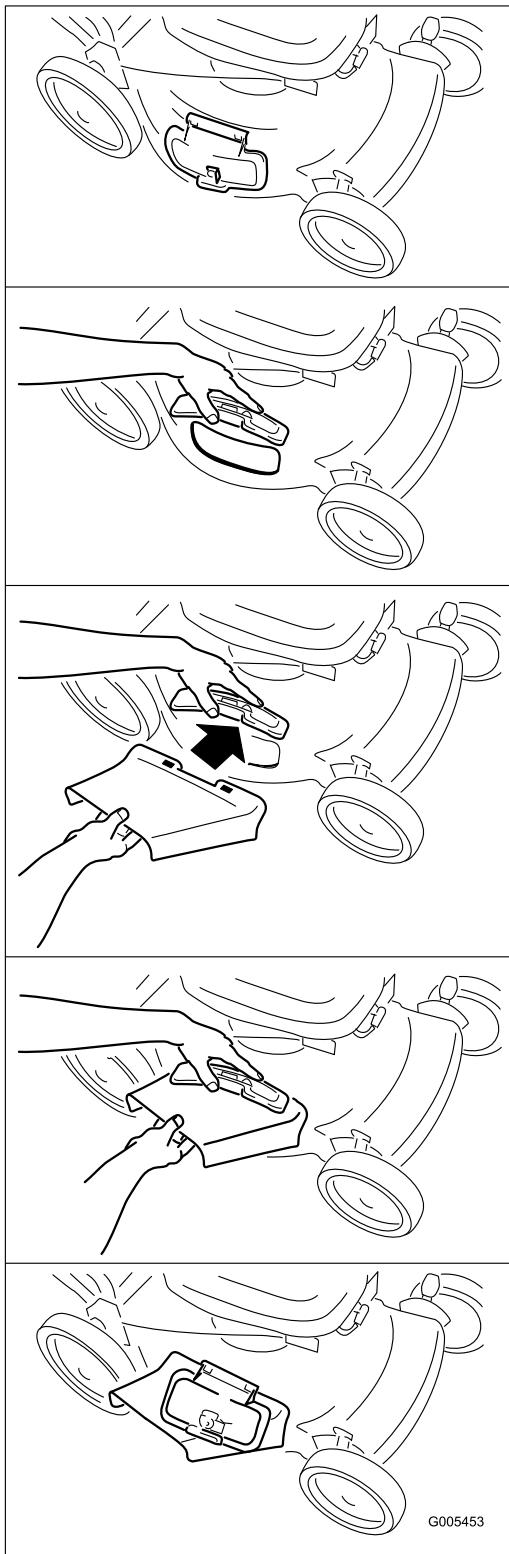

Figura 21
2. Instale el conducto de descarga lateral (Figura 21).